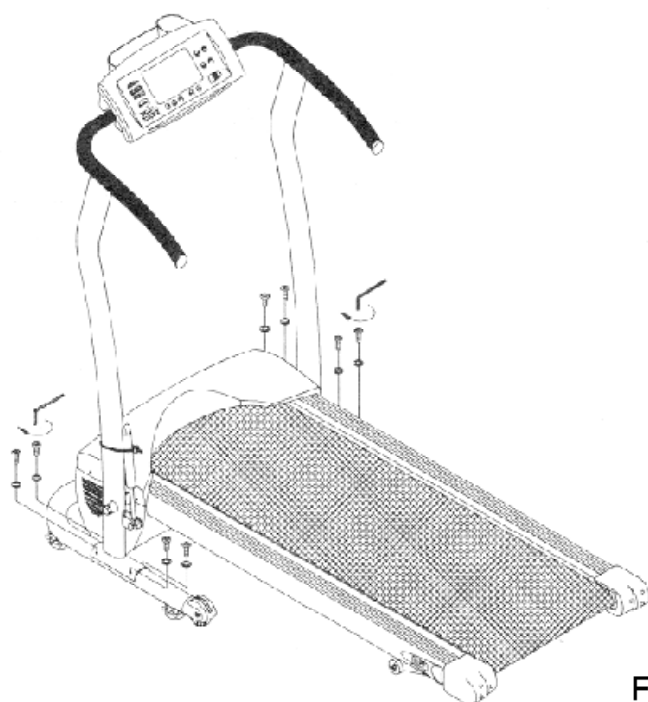

Fig. 3
5. Maak de zijhendels vast aan de bodemplaten, door de vier bouten en pakkingen te gebruiken voor elke kant (zie Fig. 3) Maak ze nog niet al te vast.